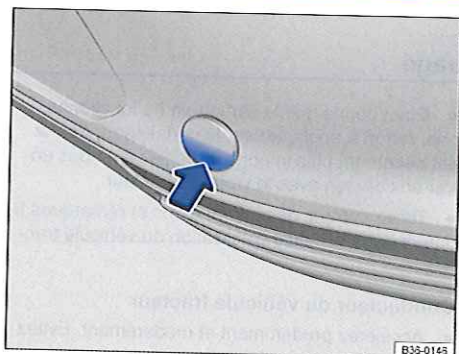

Fig. 283 À droite sur le pare-chocs arrière : retrait du cache.
Le logement prévu pour l'œillet de remorquage à visser se trouve dans le pare-chocs arrière côté droit, derrière un cache $\Rightarrow$ fig. 283. Sur les *véhicules avec dispositif d'attelage de première monte*, aucun logement n'est prévu derrière le cache pour l'œillet de remorquage à visser. La boule d'attelage doit être basculée ou montée et utilisée pour le remorquage $\Rightarrow$ page 178, $\Rightarrow$ ❶.
- Appuyez sur la zone inférieure du cache $\Rightarrow$ fig. 283 dans le sens de la flèche pour défaire le crantage du cache.